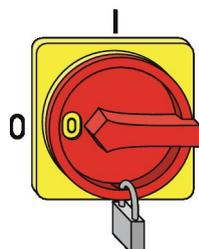

Abb. 9: Hauptschalter sichern
2. ▶ Den Hauptschalter mit einem Vorhängeschloss sichern (Abb. 9).